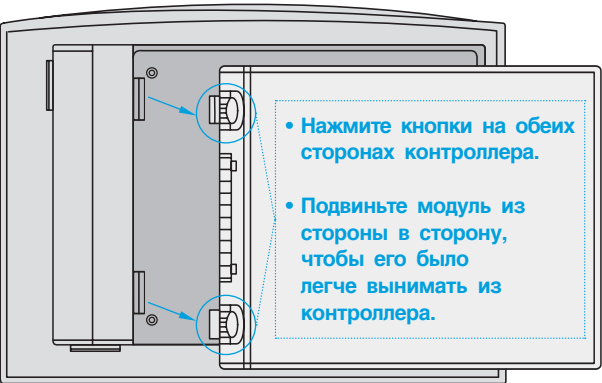

Рис. 20
- 1. Найдите 4 кнопки на сторонах модуля, по две на каждой из сторон. Нажмите на эти кнопки (как показано на рис. 20) и удерживайте их некоторое время до тех пор, пока не откроется блокирующий механизм.